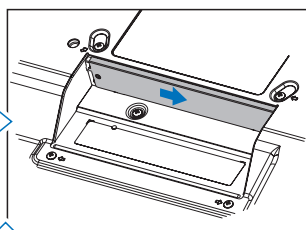
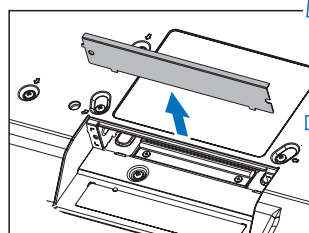

Figura 2
Figura 3
3. Rimuovere il coperchio dello slot svitando le viti installate (**Figura 1**), facendolo scorrere a destra (**Figura 2**) e tirandolo verso l'alto (**Figura 3**).